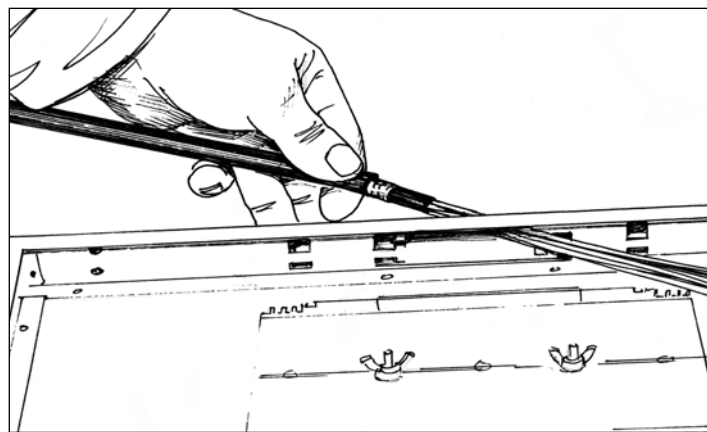
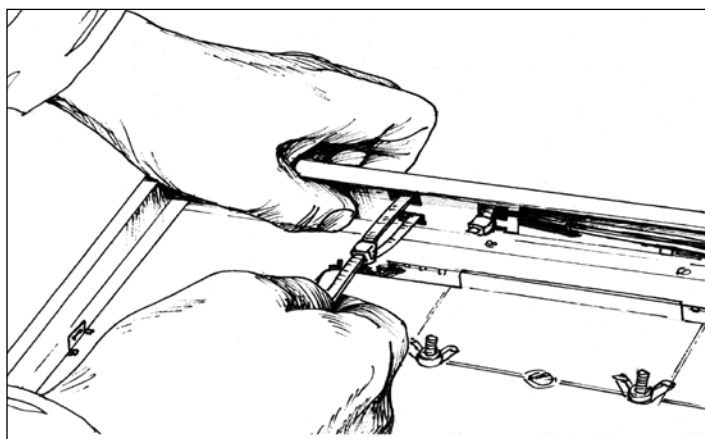

Рис. 3.4. Ввод кабеля в шкаф
Рис. 3.5. Крепление кабеля стяжками
**3.1.5.** Вводят конец кабеля через специальное отверстие в шкаф (Рис. 3.4) и закрепляют сердечник стяжками или металлическим хомутом к пазам шкафа (Рис. 3.5).